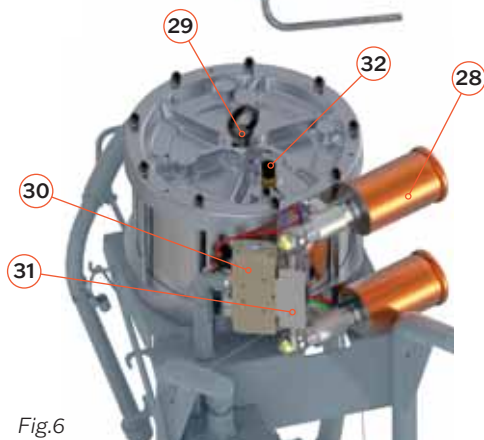

Fig.6
- 28** Uscita/Espulsione d'aria (Fig. 6)
- 29** Anello di sollevamento (713Kgf / 1573lbf Máx.) (Fig. 6)
- 30** Valvola d'aria bistabile (Fig. 6)
- 31** Collettore (Fig. 6)